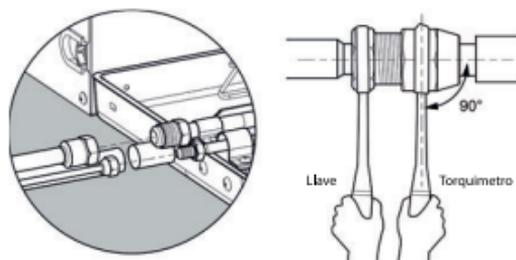

Fig.3.4.1
- (1) Antes de soldar la tapa de sellado de la tubería, asegúrese de que no haya refrigerante en la tubería. Si lo solda directamente, puede causar daños materiales innecesarios o lesiones personales.
- (2) Cumplir con los siguientes principios durante la conexión de tuberías: La tubería de conexión debe ser lo más corta posible. La diferencia de altura entre las unidades interior y exterior debe ser lo más corta posible. Mantenga el número de curvas lo menos posible. El radio de curvatura debe ser lo más grande posible.
- (3) Solde los tubos de conexión entre la unidad interior y la exterior. Cumpla estrictamente con los requisitos para el proceso de soldadura. No se permiten juntas de colofonia ni orificios para pasadores.
- (4) Al colocar las tuberías, tenga cuidado de no deformarlas. El radio de doblado de las piezas debe ser superior a 200 mm (7-7/8 pulgadas). Los tubos no se pueden doblar ni estirar repetidamente, de lo contrario el material se endurecerá. No doble ni estire el tubo tres veces en la misma posición.
- (5) Utilice una llave dinamométrica para conectar la tuerca de unión en la unidad interior. Consulte la Fig. 3.4.1 a continuación.